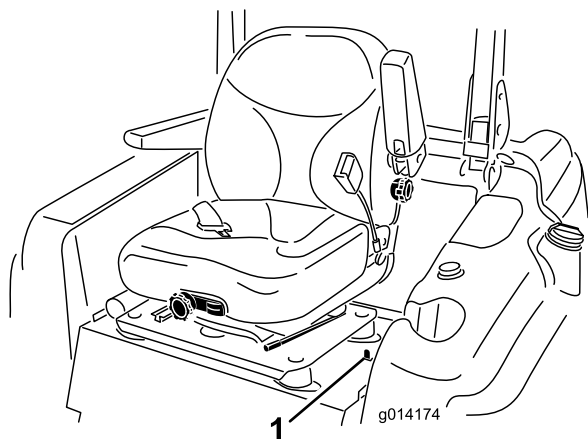

Figure 18
1. Déplacez le verrou du siège, situé sur le côté gauche du siège, vers l'arrière pour déverrouiller le siège et tirez le haut du siège en avant (Figure 18).